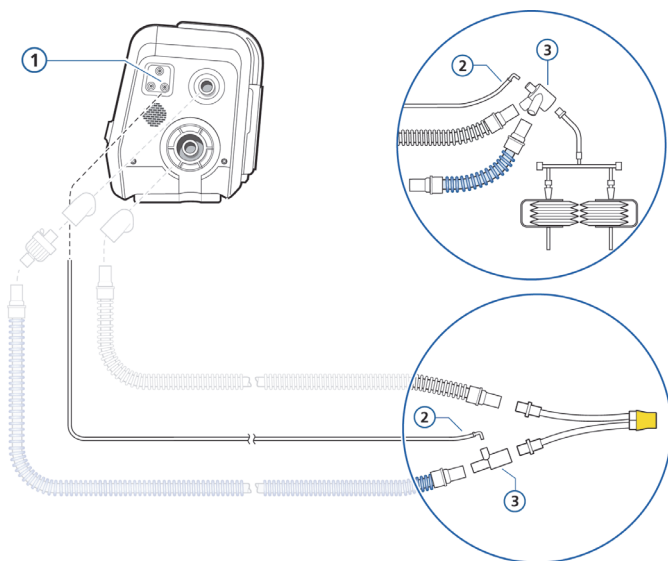

Figura 6-8. Conexão da linha de pressão
1. Usando um adaptador, conecte a linha de pressão à pequena entrada na parte superior da peça em "T" ou "Y", dependendo da que estiver sendo usada. Consulte a Figura 6-8.